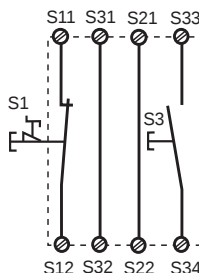

Fig. 3: Eingangskreis einkanalig, überwachter Start/Single-channel input circuit, monitored reset/Commande par 1 canal, surveillance du poussoir de validation
- Fig. 3, 4, 5, 6, 8: **keine** Verbindung S13-S14
- Fig. 3, 4, 5, 6, 8: S13-S14 **not** connected
- Fig. 3, 4, 5, 6, 8: **pas** de câblage sur S13-S14